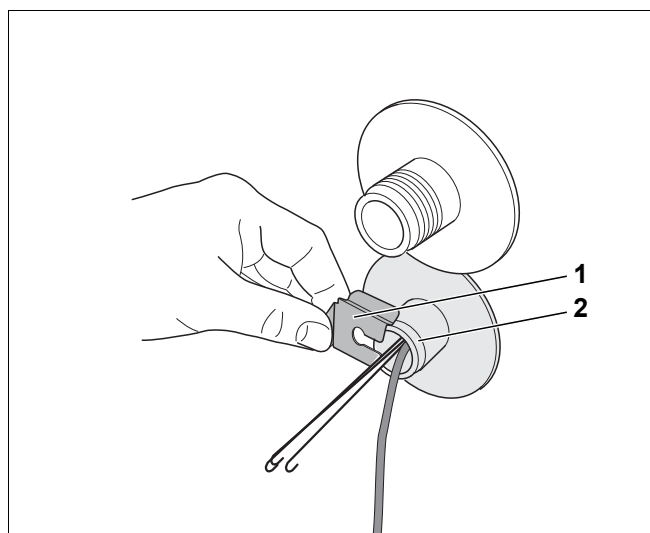

Рис. 10 Установка фиксатора датчика
- Надеть сбоку фиксатор (рис. 10, **поз. 1**) на гильзу (рис. 10, **поз. 2**).